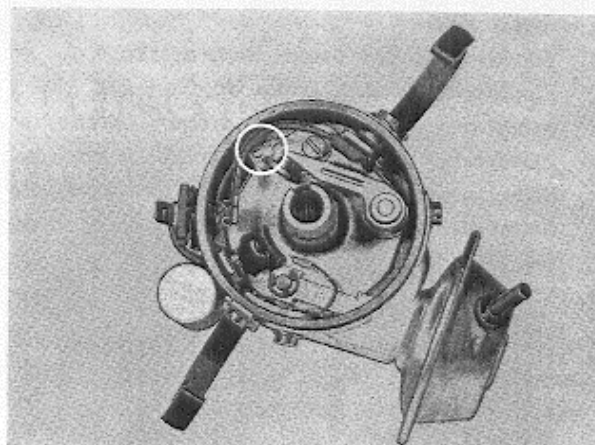

Abb. 103 Ausnehmungen für Einstellung der Unterbrecherkontakte
2. Hierzu wird die Schraube für die Unterbrecherkontakte etwas gelöst, wonach ein Schraubenzieher in die Ausnehmungen gesetzt wird (Abb. 103). Dann wird gedreht, bis der Schließwinkel richtig ist. Anschließend die Schraube für die Unterbrecherkontakte festziehen.